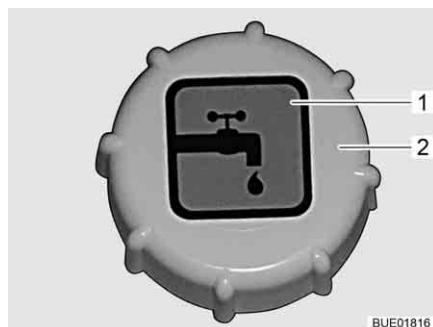

Fig. 226 Tapa de cierre para el tubo de llenado de agua potable
El tubo de llenado de agua potable está identificado con el símbolo "🚰" (Fig. 226,1).
- Girar la tapa de cierre (Fig. 226,2) en sentido contrario a las agujas del reloj y retirarla.